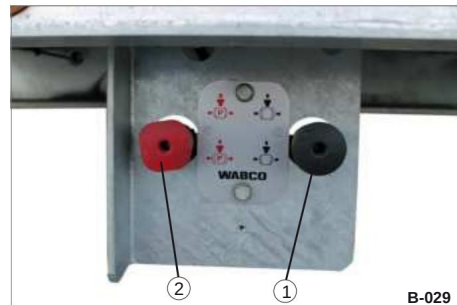

Bild 17 Kontrollkonsol
- ÿ Tryck på utlösningssventilen (Abb. 17/1).
- ÿ Dra ut avlastningsventilen (bild 17/1).